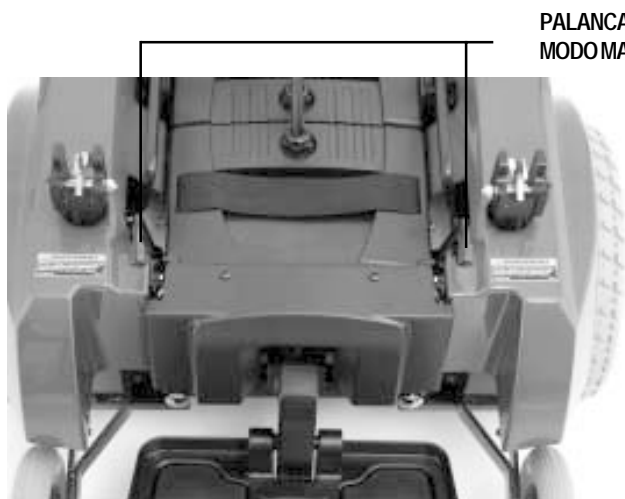

Figura 5. Modo conducción
1. Gire hacia dentro las palancas que permiten avanzar en modo manual para embragar los motores de conducción y accionar el modo conducción de su silla motorizada (figura 5).